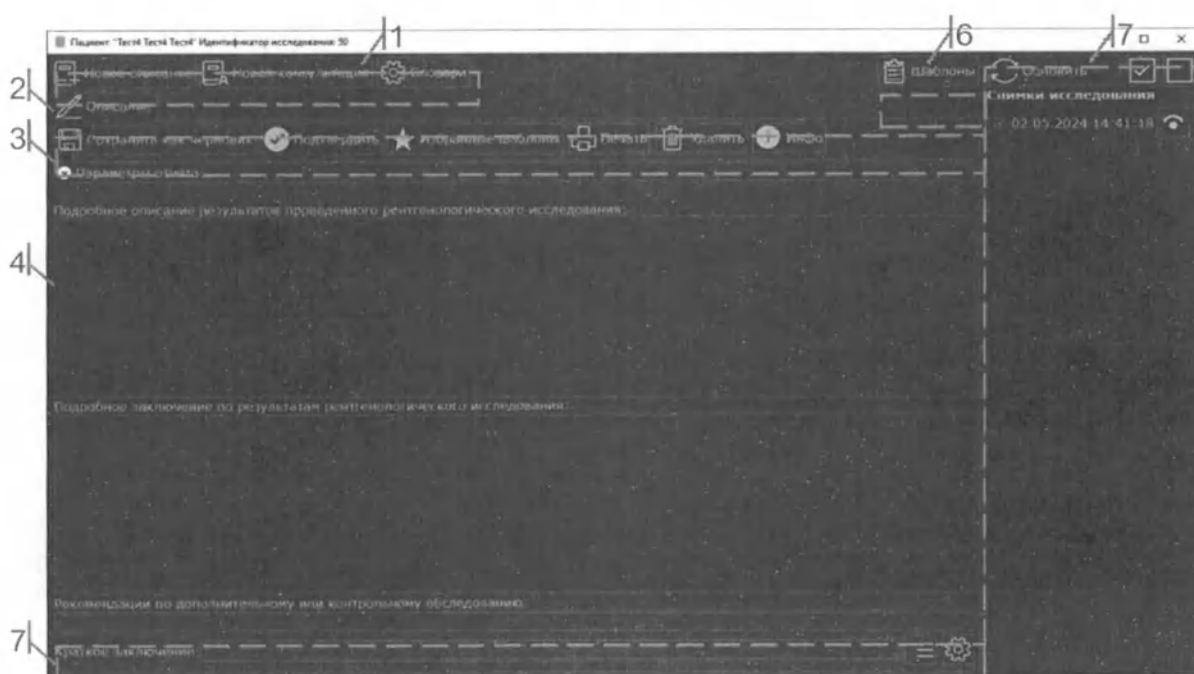

Рис. 133 Внешний вид окна описания обследований
- Откроется окно описания исследования (Рис. 133 Внешний вид окна описания обследований)